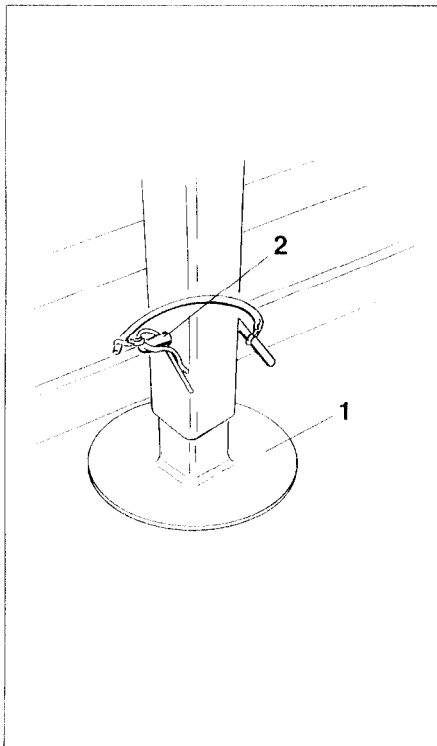

Fig. 20.5
- Stützfuß (Fig. 20.5/1) festhalten, den mit einem Federstecker gesicherten Bolzen (Fig. 20.5/2) entfernen und Stützfuß, wie in Figur 20.6 gezeigt, absenken.